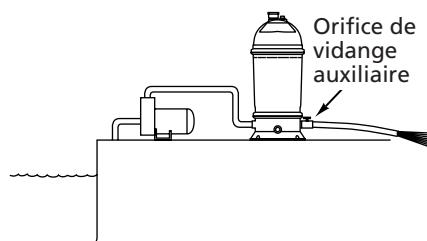

Figure 19
2. Brancher le tuyau d'arrosage ou le tuyau de vidange sur l'orifice de vidange auxiliaire (voir la Figure 19). Positionner le tuyau d'arrosage de façon que l'eau soit envoyée à l'opposé de la piscine, vers l'endroit où l'on veut en disposer.